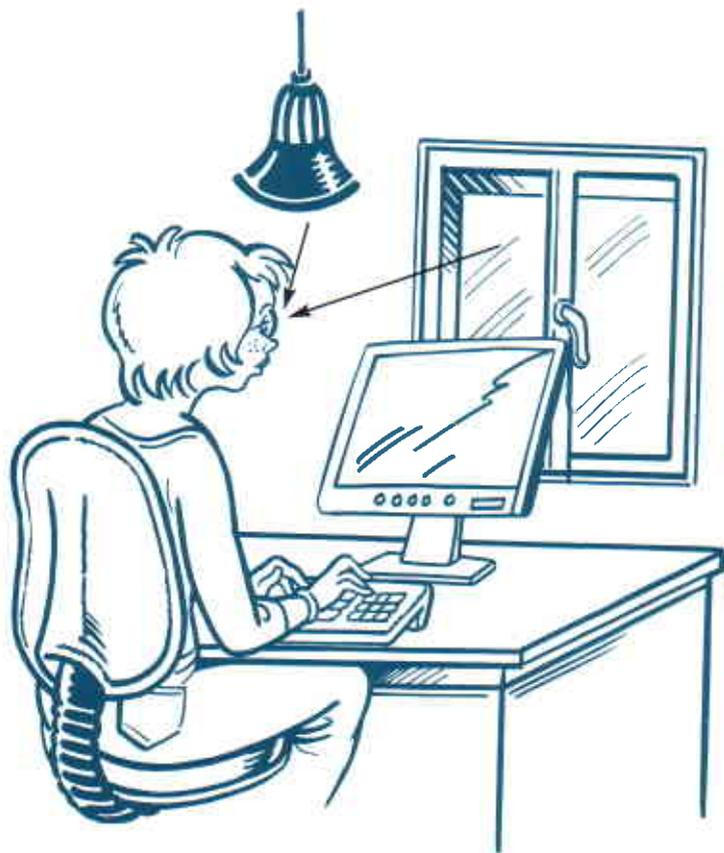

Figura 13: Deslumbramiento directo.
- a) *Directo*: Producido por la visión directa de fuentes de luz brillantes (figura 13).